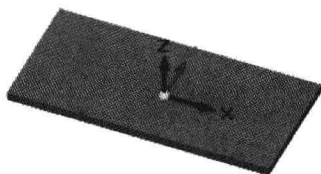
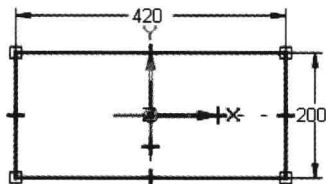

图 1.2 拉伸特征 1
图 1.3 截面草图
Step2. 创建图 1.2 所示的拉伸特征 1。在 **实体** 区域中单击 按钮，选取俯视图 (XY) 平面作为草图平面，绘制图 1.3 所示的截面草图，绘制完成后，单击 按钮；确认 与 按钮未被按下，在 **距离** 下拉列表中输入 15，并按 Enter 键，拉伸方向为 Z 轴正方向，在图形区空白区域单击；单击“拉伸”命令条中的 **完成** 按钮，单击 **取消** 按钮，完成拉伸特征 1 的创建。